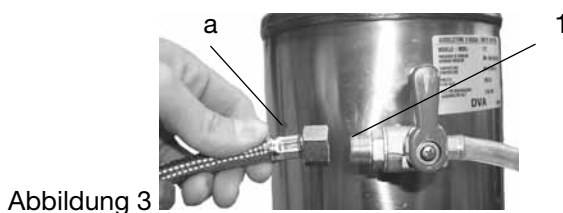

Abbildung 3
1. Verwenden Sie den Schlauch **a** (900 mm, dem Gerät beiliegend), um das Absperrventil der Wassernetzes mit dem Einlassventil **1** des Wasserenthärterers zu verbinden (Abbildung 3).